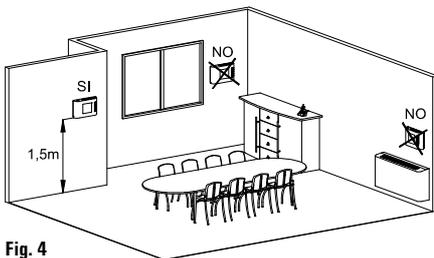

Fig. 4
- 4** Trouver l'emplacement exact du dispositif (Fig. 4).